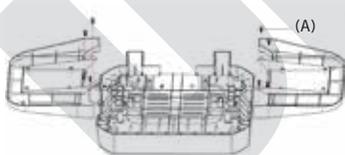

Fig. 3
5. A questo punto,spingere i ripiani laterali [8] nei corrispondenti supporti dell'alloggiamento del barbecue [9] come mostrato in Fig. 3. Attenzione, i due elementi possono essere montati rispettivamente su un solo lato. Quando l'alloggiamento della griglia è capovolto, il ripiano laterale deve essere fissato al lato sinistro dell'alloggiamento utilizzando i piccoli ganci.Allineare le aperture per le viti del rispettivo ripiano laterale con le aperture presenti sull'alloggiamento e fissare gli elementi con le 8 viti ST 4x12 fornite (A).